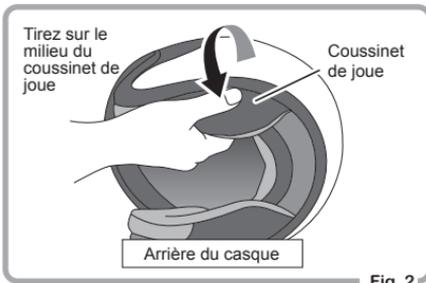

Fig. 2
- ① En premier lieu, ouvrez les 2 boutons-pression à l'arrière du coussinet de joue.
- ② Tirez sur le coussinet de joue en tenant le centre du coussinet comme montré sur la Fig.2.
- ③ Répétez les mêmes étapes de l'autre côté.